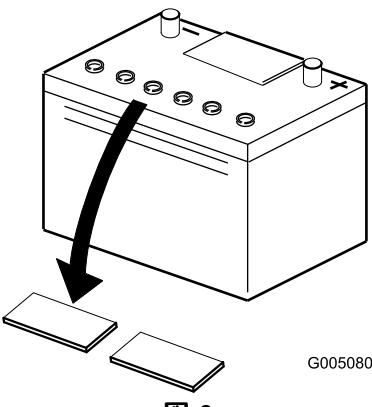

図 6
- バッテリーの上部をきれいに拭い、キャップを取り外す(図 6)。